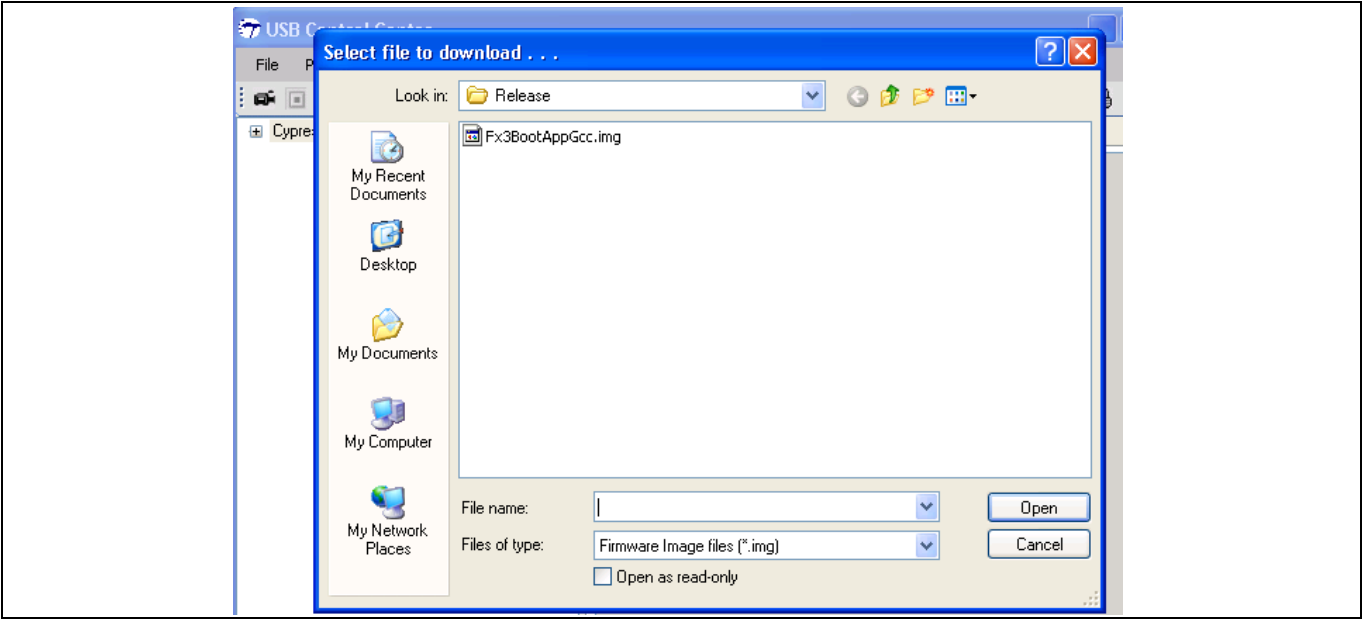

Figure 18 选择.img 文件
5. 然后，导航到需要编程到 FX3 RAM 的相应文件。双击文件，如 Figure 18 中所示。